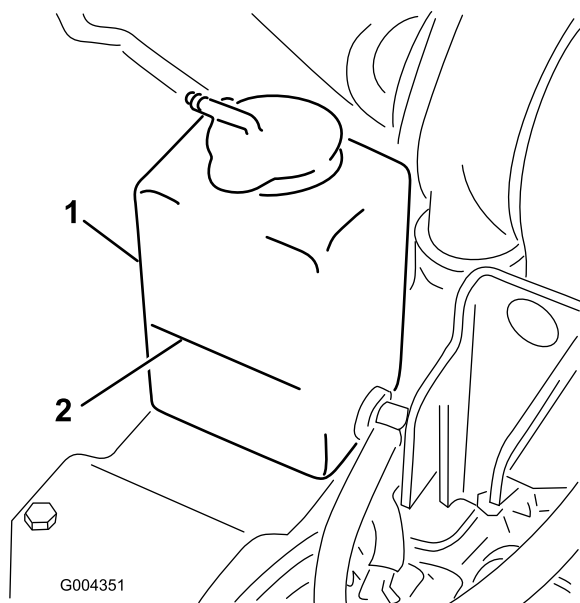

Figura 20
1. Compruebe el nivel de refrigerante en el depósito de expansión (Figura 20).